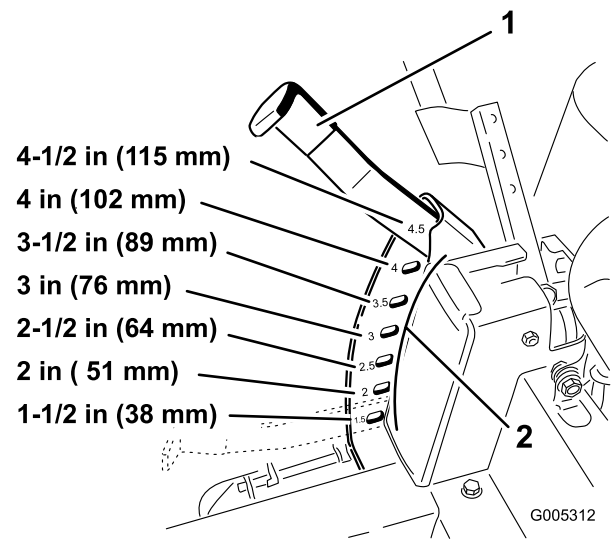

Figure 11
3. Relevez le levier de sélection de hauteur de coupe en position de transport, à la position de réglage 4.5 (qui correspond aussi à la hauteur de coupe de 115 mm [4,5"]) (Figure 11).